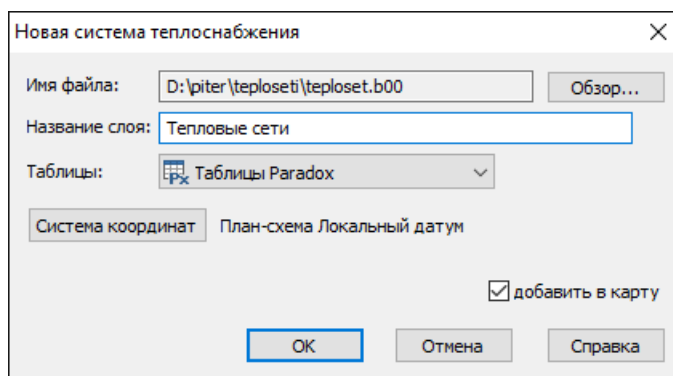

Рисунок 3.9. Окно создания слоя тепловой сети
5. В окне Новая система теплоснабжения (смотрите Рисунок 3.9, «Окно создания слоя тепловой сети»), в строке *Название слоя* ввести пользовательское имя слоя русскими символами, например **Тепловые сети**.
8. После того как все окна диалога (смотрите Рисунок 3.9, «Окно создания слоя тепловой сети») заполнены, нажать кнопку ОК.